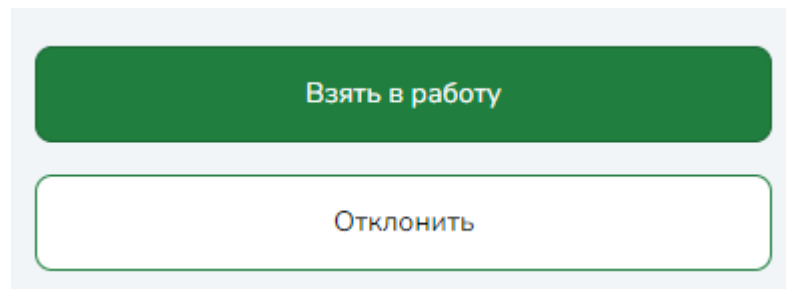

Рисунок 18 – Действия с задачей
2. Осмотрщик принимает либо отклоняет задачу в зависимости от своей занятости: действия возможно выполнить как мышью, так и голосовой командой (рис. 18). Отклоненная задача удаляется из списка доступных задач.